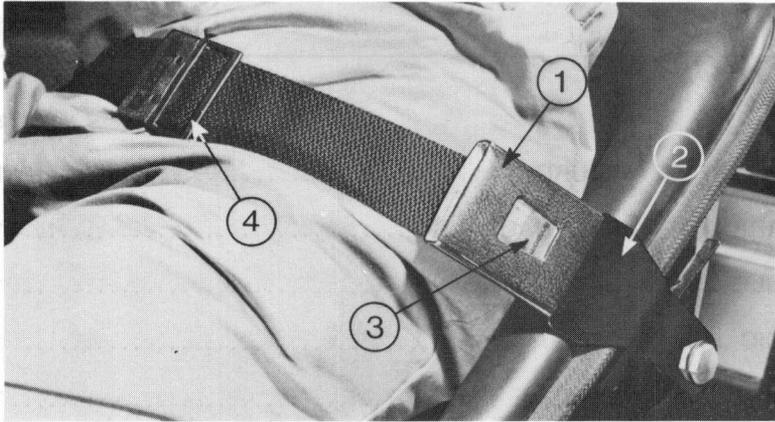
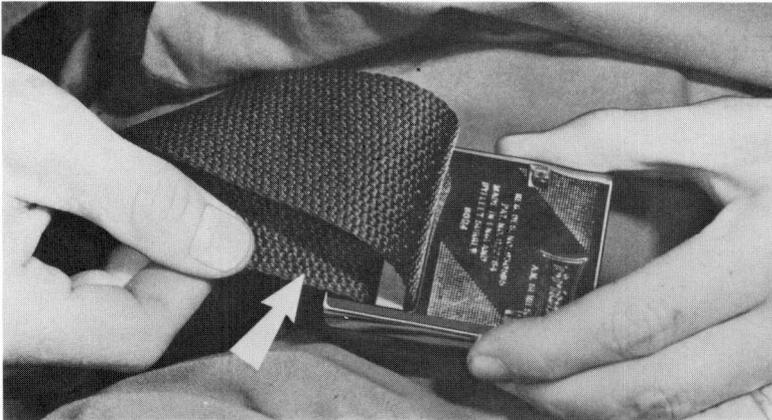
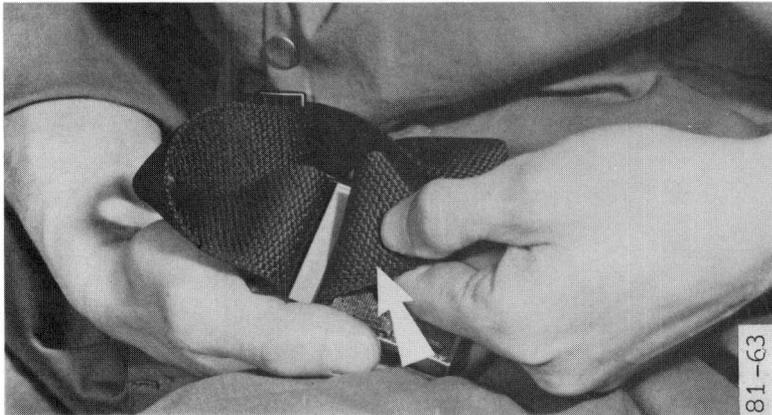

Fig. 1
Fig. 2
Fig. 3
CEINTURE DE SÉCURITÉ (fig. 1)
Pour détendre la ceinture retourner la boucle et tirer énergiquement sur le brin inférieur (fig. 2) et pour tendre la courroie, retourner la boucle et tirer énergiquement sur le brin supérieur (fig. 3). Après réglage de la ceinture, enlever tout le mou de la partie supérieure de la ceinture avec la boucle (4) fig. 1.